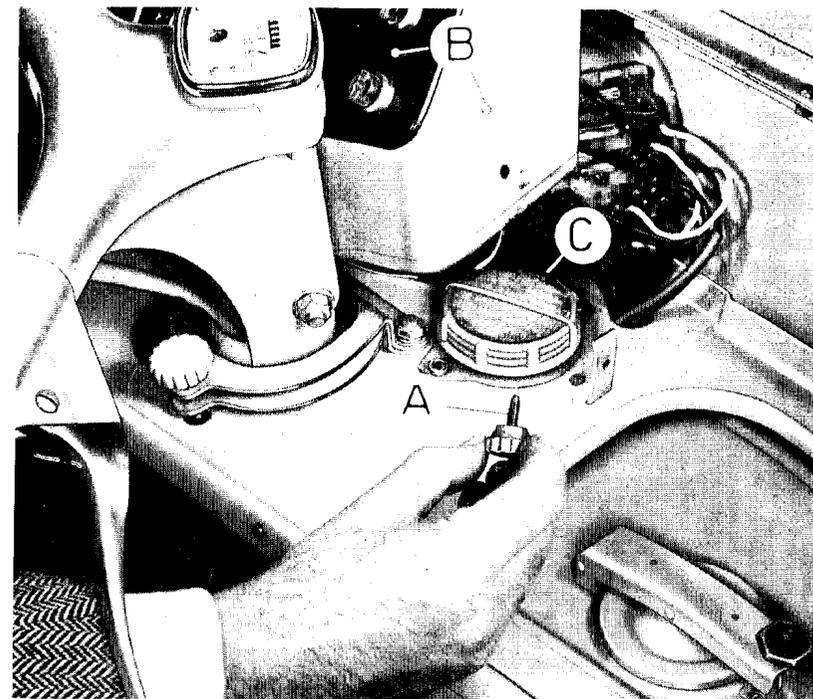

Fig. 23 - Serbatoio della pompa freno
| <p>RODAGGIO (primi 1500 Km.):</p> <p>— Non superare le velocità di:</p> <p style="padding-left: 40px;">10 Km/h con la 1.a velocità 16 Km/h con la 2.a velocità 25 Km/h con la 3.a velocità 40 Km/h con la 4.a velocità</p> <p>In salita, non viaggiare « a pieno gas ».</p> <p>Dopo i primi 1000 Km. sostituire l'olio nel cambio (ved. pag. 30), controllare il livello olio nel serbatoio della pompa freno (fig. 23 e pag. 30), registrare la tensione delle catene (pag. 26) e controllare che non si siano allentati dadi e bulloni: particolarmente i dadi che fissano le ruote.</p> | |
| AGGIUNTA DI OLIO NEL SERBATOIO DELLA POMPA FRENO | Togliere il cruscottino, svitando i due pomelli laterali, tirandolo indietro e sollevandolo (fig. 23, A - B); svitare il tappo del serbatoio olio « C » e immettere l'olio necessario. Il livello deve essere compreso fra 2,5 cm. sotto la superficie del tappo (livello max) e 1 cm. sopra il fondo del serbatoio (livello minimo): sul serbatoio sono stampate le indicazioni « MAX » e « MIN ». |
4) - Controllare e, se necessario, ripristinare il livello olio nel serbatoio della pompa del freno idraulico (fig. 23).